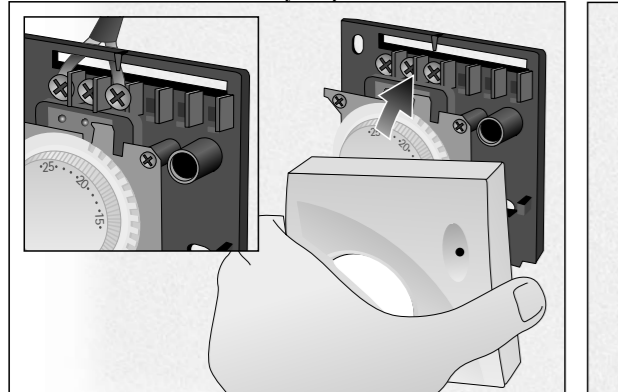

fig.10 - elk.10 rys.10 - pnc.10
C) Portare i fili dell'impianto attraverso la feritoia praticata sulla base ed eseguire gli allacciamenti alla morsetteria in conformità allo schema elettrico riportato all'interno del prodotto; riagganciare il coperchio alla base. (fig.10)